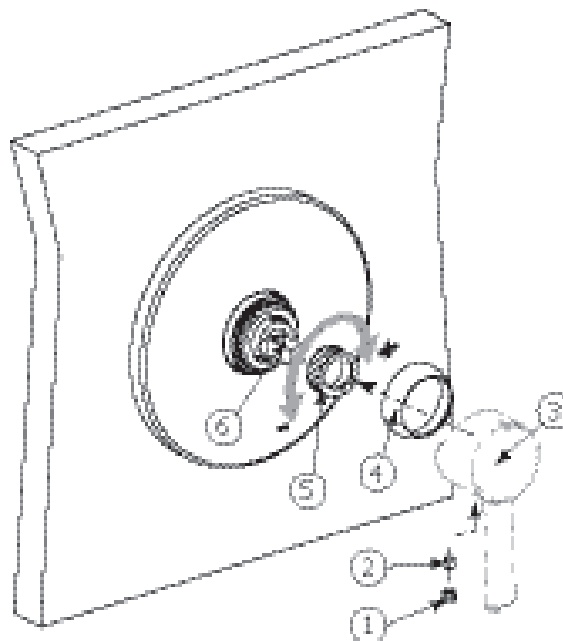

Fig.4
Remove the decorative cap (1), the setscrew (2) and the volume control handle (3) (See Fig.4).
Retirer le capuchon de finition (1), la vis de retenue (2) et la poignée de contrôle de volume (3). (Voir Fig.4).